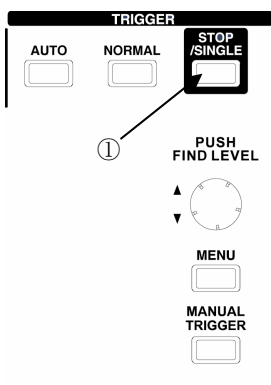

図 2.37 キー、ノブのレイアウト
- ① 図 2.37 で AUTO モード測定の状態から、[STOP/SINGLE] キーを押します。